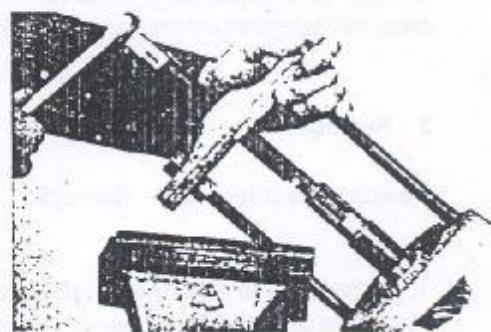

Figura 5.17.5 - Remoção do rolamento traseiro do pinhão.
2. Remover o cone do rolamento traseiro do pinhão com o auxílio da ferramenta G.5.17.07A (Figura 5.17.5).